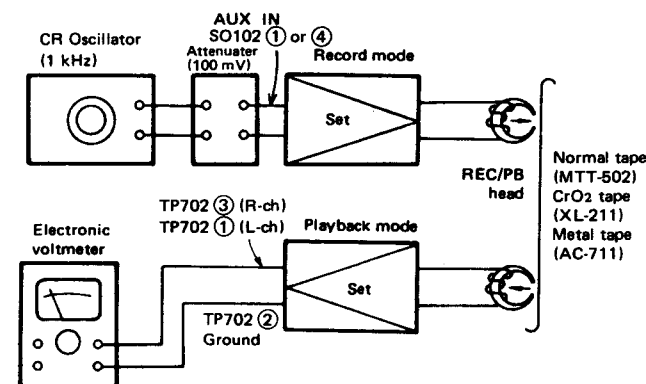

Figure 21-4
- Make connection of instruments as shown in Fig. 21-4, adjust variable resistor VR703 or VR704 so that the record/playback sensitivity is as shown in Table 21-4.
- Stellen Sie zwischen den Instrumenten eine Verbindung her (siehe Abb. 21-4) und stellen Sie die Regelwiderstände VR703 oder VR704 so ein, daß die Aufnahme/Wiedergabesensitivität die in Tabelle 21-4 angegebenen Werte annimmt.
- Brancher les appareils comme le montre la Figure 21-4 et régler la résistance variable VR703 ou VR704 de telle sorte que la sensibilité d'enregistrement/lecture soit comme montrée sur le Tableau 21-4.